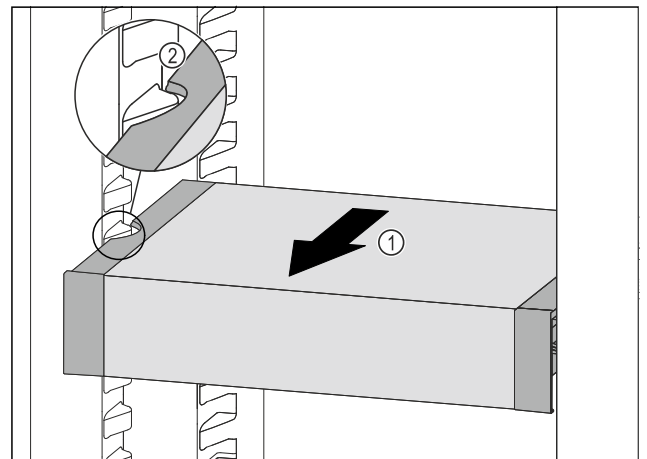

Fig. 78
- ▶ Tõmmake VarioSafe'i ettepoole Fig. 78 (1), kuni VarioSafe'i külgmised väljalõiked asuvad jahutusosas anumaribi kõrgusel. Fig. 78 (2)